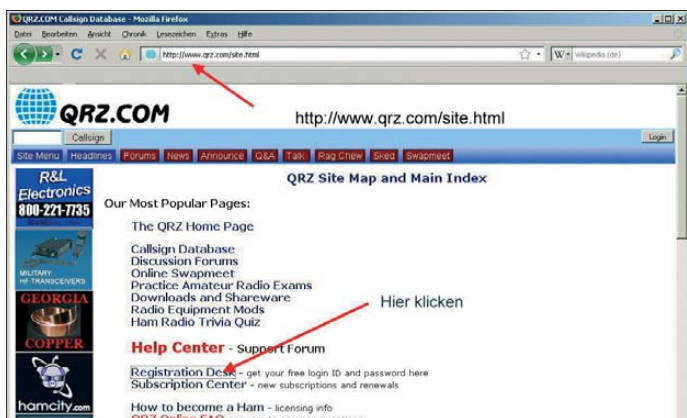

Bild 1:
1. Starten Sie Ihren Internet-Browser und rufen Sie die Seite *www.qrz.com/site.html* auf. Klicken Sie dort auf die Zeile *Registration Desk* (Bild 1).